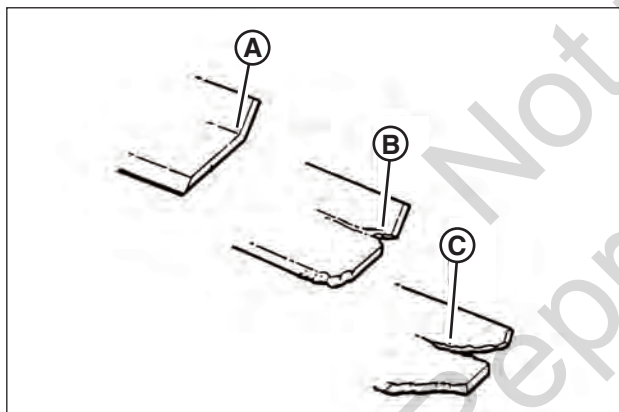

Figure 18: Limites d'usure de lame standard
1. Inspectez régulièrement la lame (**Figure 18**) pour détecter d'éventuels signes d'usure excessive ou des dommages :
- (A) Lame neuve
- (B) Limite d'usure (l'encoche commence)
- (C) Conditions dangereuses! Ne pas utiliser sur la tondeuse! Remplacez par une lame neuve.